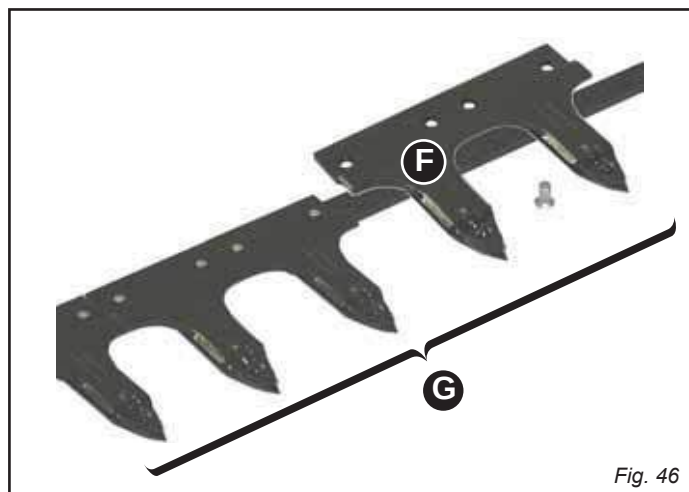

Fig. 46
ЗАМЕНА ПЛАНКИ-ДЕРЖАТЕЛЯ ЗУБЦОВ (ЗАКРЕПЛ.) (G рис. 46)
ЗАМЕНА ЗУБЦА (ЗАКРЕПЛ.) (F рис. 46)
- Закрепить новый зубец специальными заклёпками (F, рис. 46).